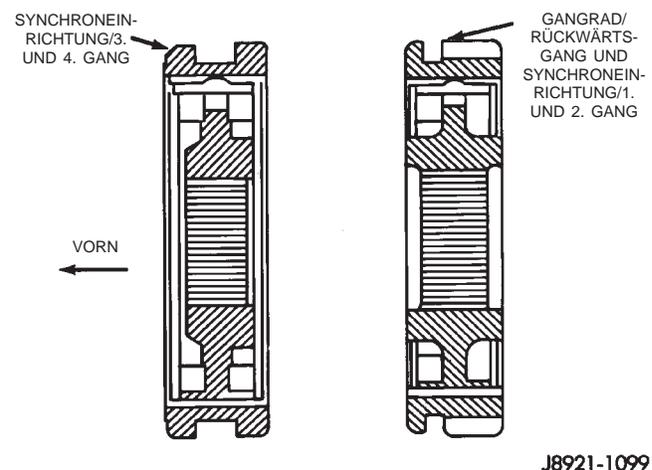

Abb. 118 Unterscheidung der Synchronleinrichtungen
(1) Beim Zusammenbau die Bauteile des Getriebes mit dem vorgesehenen Getriebeöl schmieren.
(2) Falls erforderlich, die Synchronkörper, Schalmuffen, Federn und Sperrstücke für den ersten und zweiten sowie für den dritten und vierten Gang zusammensetzen (Abb. 118).
(3) Das Nadellager des Gangrads für den dritten Gang auf der Abtriebswelle anbringen.
(4) Das Gangrad für den dritten Gang auf dem Nadellager und dem Flansch der Abtriebswelle anbringen.
(5) Den Synchronring in das Gangrad für den dritten Gang einsetzen.